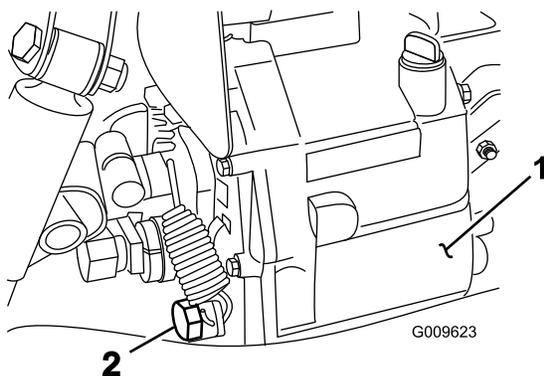

図 72
2. 油圧オイルタンクの側面にあるドレンバルブをゆるめ、流れ出すオイルを容器に受ける (図 72)。